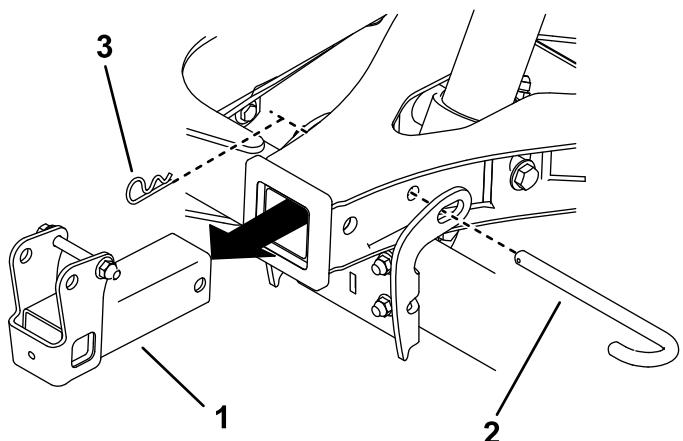

Figura 24
7. Retire el pasador de enganche, la chaveta y el receptor de enganche del bastidor en A. Instale el pasador de enganche y la chaveta para sujetar el bastidor en A (Figura 24).